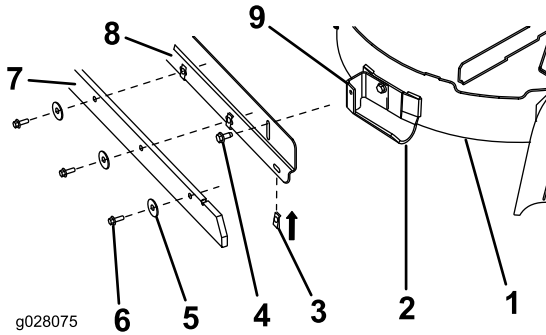

Figura 2
1. Alinee las tuercas rápidas con la pata curva hacia la carcasa de corte (Figura 2).
2. Posicione la rasqueta en la pestaña de la rasqueta de la pletina de sujeción (Figura 2),
3. Sujete la rasqueta a la pletina con 4 tornillos de cabeza hexagonal (5/16" x 3/4") y 4 arandelas, según se muestra en Figura 2.